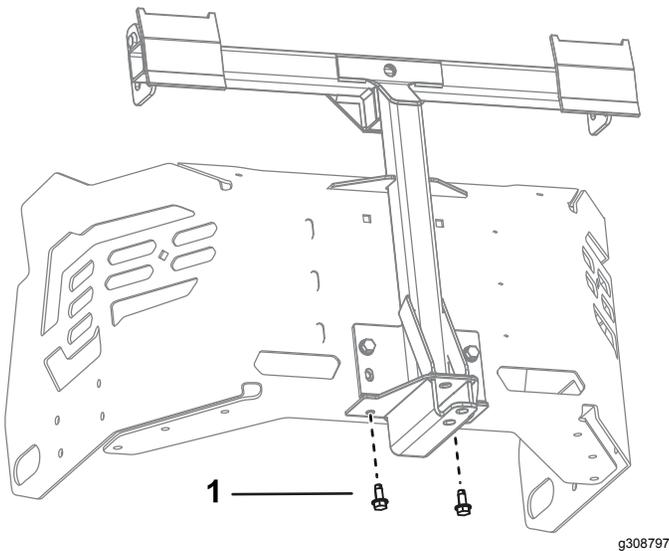

Bild 4
3. Entfernen Sie die vorhandenen zwei Blechschauben von der Unterseite des Maschinenrahmens (**Bild 4**).
5. Positionieren Sie den Drehrahmen nach oben und befestigen Sie ihn mit zwei Blechschrauben (5/16" x 3/4") an der Unterseite des Maschinenrahmens, wie in Bild 4 abgebildet.